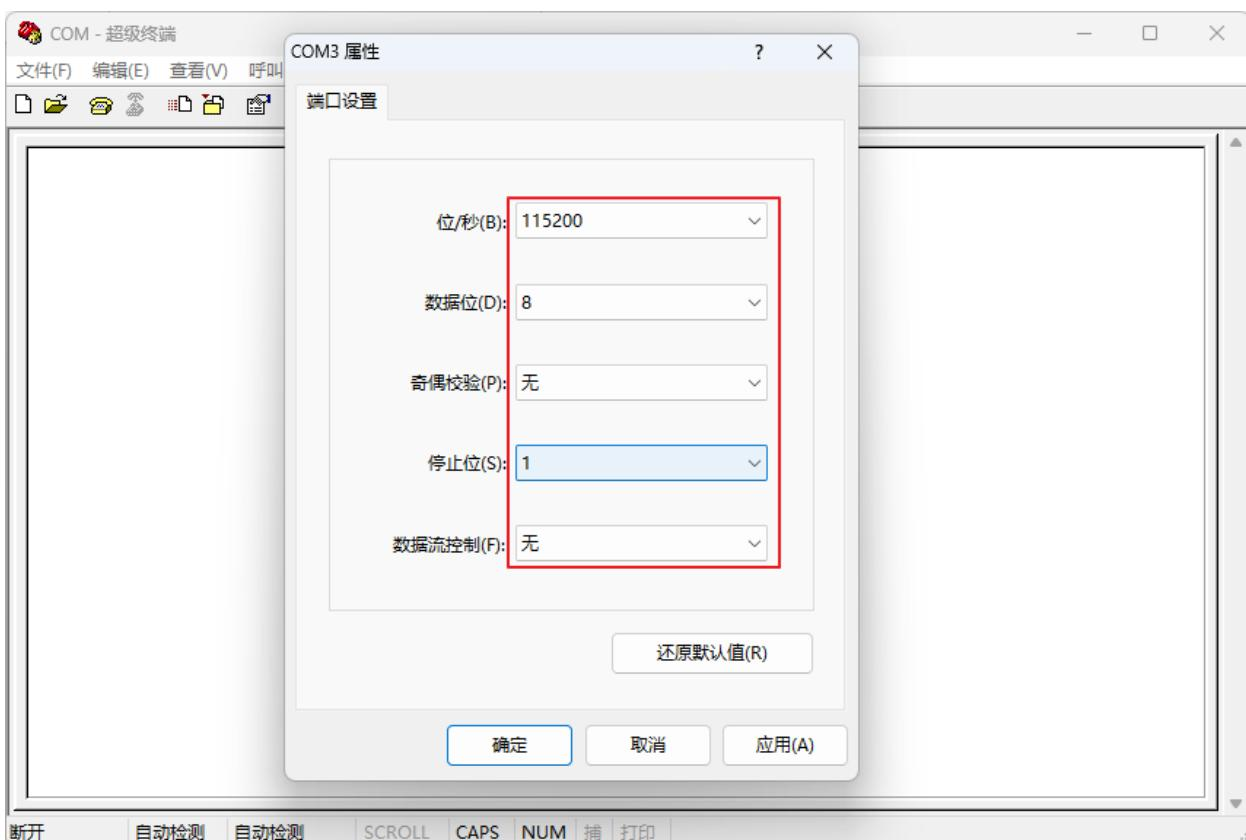

图 6-5 端口设置
Step5. 配置端口参数，与 Bootloader 程序工程配置保持一致，点击“确定”，如图 6-5 所示。